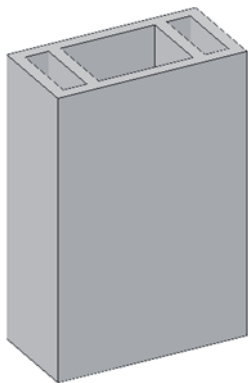

Рис. 20. Результат построения правого верхнего выреза
- Снимаем выделение с выреза и получаем результат, представленный на рис. 20.